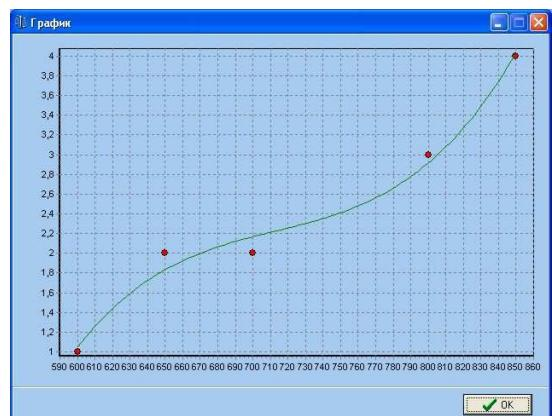

Рис. 6.
9.12. Нажать на кнопку «Расчет». В полях «C0, C1, C2, C3» появятся числа. При необходимости функцию отклонения можно посмотреть в виде графика, для этого нужно нажать на кнопку график. Рис. 6. Затем нажать на кнопку «OK». Окно с графиком закроется.